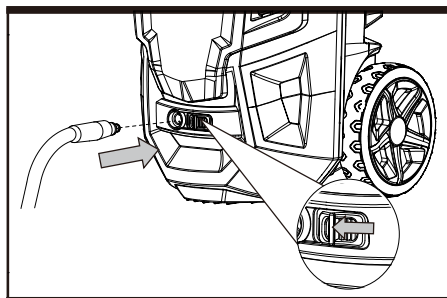

Рис. E5
5. штуцер. Шланг можно отсоединить, потянув кнопку отсоединения шланга высокого давления влево (см. рис. E5).